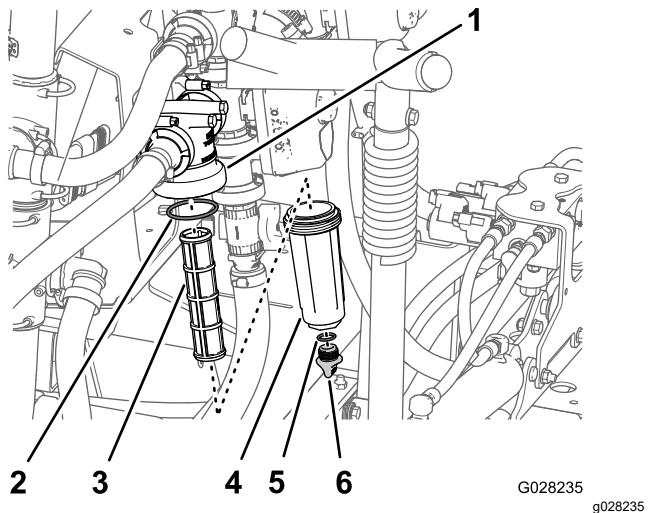

Bild 111
2. Stellen Sie eine Auffangwanne unter den Druckfilter (Bild 111).
3. Drehen Sie die Ablassschraube nach links und nehmen sie von der Glocke des Druckfilters ab (Bild 111).
4. Drehen Sie die Glocke nach links und nehmen sie vom Filterkopf ab (Bild 111).
5. Entfernen Sie den alten Druckfiltereinsatz (Bild 111).
6. Überprüfen Sie den O-Ring für die Ablassschraube (in der Glocke) und den O-Ring für die Glocke (im Filterkopf) auf Beschädigungen und Abnutzung (Bild 111).
7. Setzen Sie den neuen Druckfiltereinsatz in den Filterkopf ein (Bild 111).
8. Befestigen Sie die Glocke am Filterkopf und ziehen sie mit der Hand an (Bild 111).
9. Setzen Sie die Schraube in die Schale ein und ziehen Sie sie mit der Hand fest (Bild 111).